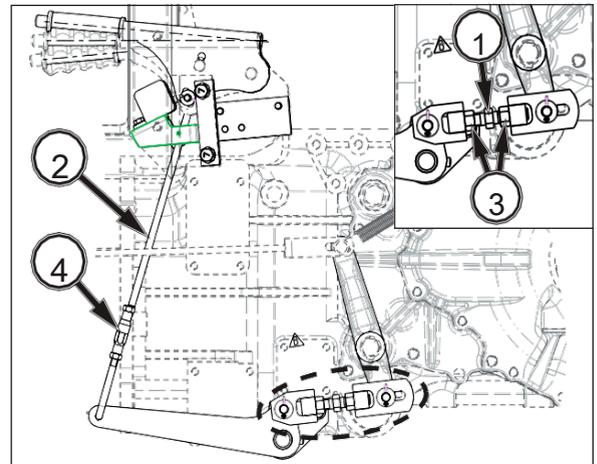

FIG. 127
FIG. 127: Ajuste la palanca del freno de estacionamiento en dos muescas. Ajuste el vástago (1) del lado izquierdo para que este (2) no tenga juego. Fije el vástago (1) apretando las tuercas de bloqueo (3). Ajuste el lado derecho del vástago de la misma forma que el izquierdo (1).